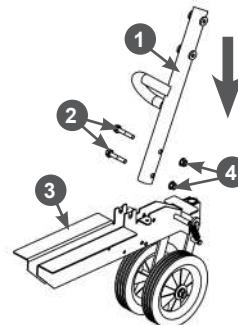

Рис. 4А Установка стойки рабочих рукояток
- Установите на раму мотокультиватора стойку рабочих рукояток. Вставьте стойку 1 в раму 3, совместите отверстия в стойке и раме и вставьте в отверстия болты 2 (Рис. 4А). После этого закрутите и затяните гайки 4 (Рис. 4А).